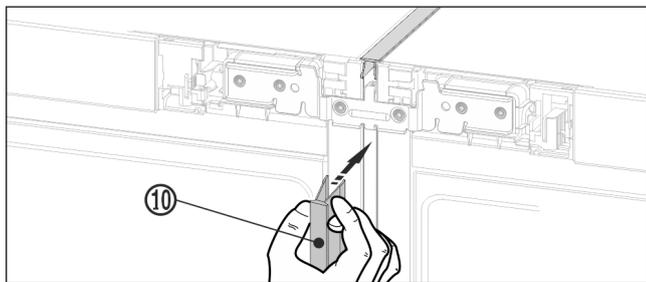

Fig. 21 *
- ▶ En la parte delantera, presione el listón embellecedor Fig. 21 (10) largo para introducirlo en la ranura vertical. Preste atención a que el listón embellecedor quede sobre la chapa de unión.*